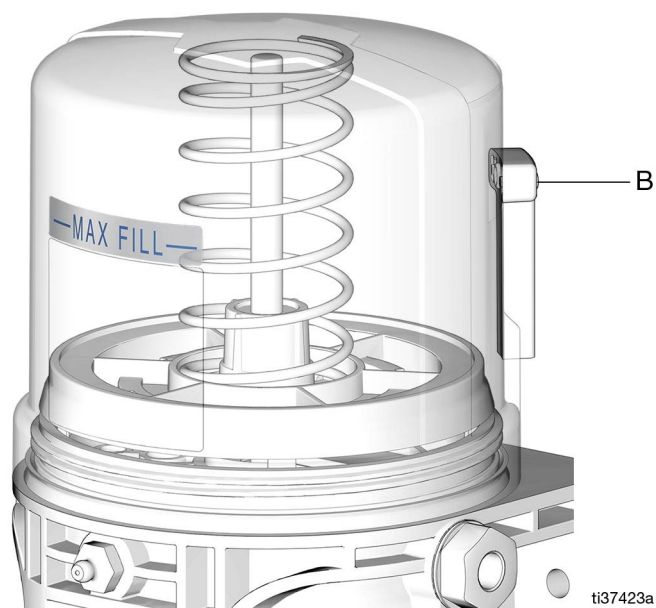

図 20
3. リザーバーに NLGI グリースを最高線 まで充填してください (図 20)。
注：ベントチューブ (B) は、過充填インジケーターとして使用しないでください (図 20)。